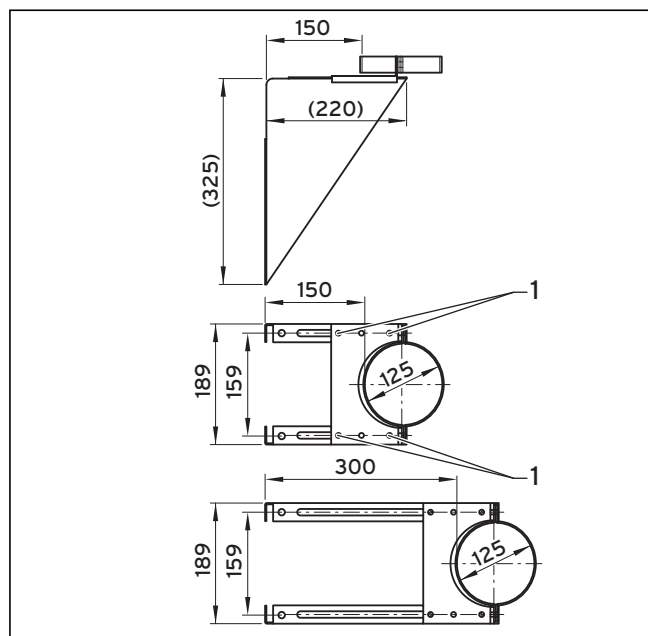

Fig. 6.22 Montaggio della mensola
- Regolare la distanza desiderata dalla parete e stringere saldamente le 4 viti (1, fig. 6.22) nella posizione di montaggio.